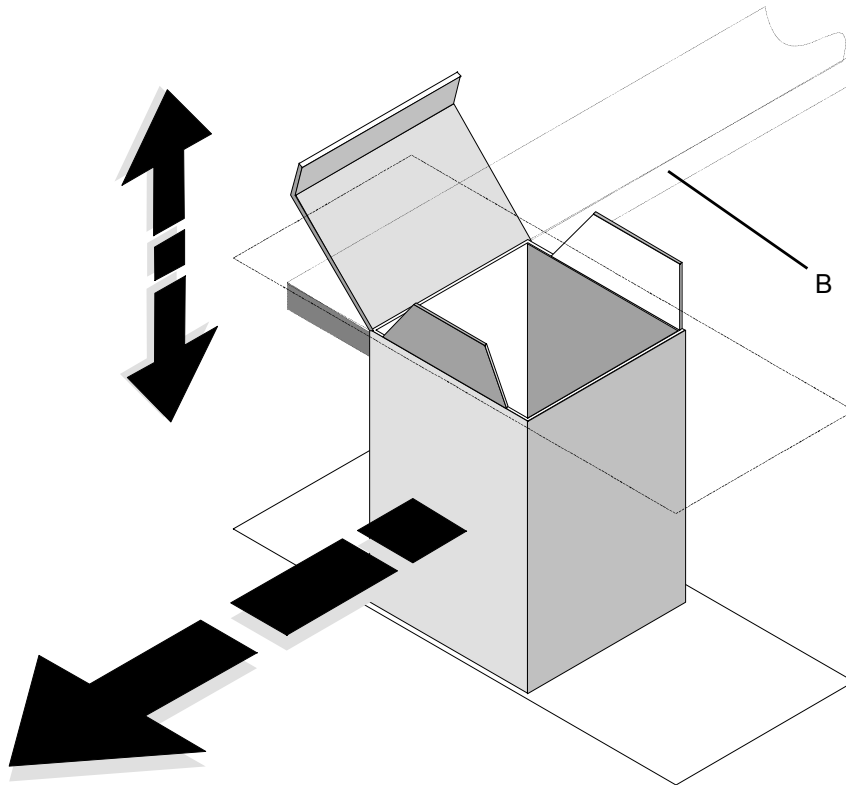

Fig 6.10
Pour un réglage optimal de la tête et donc de la guide supérieure (B), se référer au schéma figurant dans la fig. 6.10. Alignement supérieur étuis 1÷1,5 au-dessous de l'alignement supérieur du guide (B).